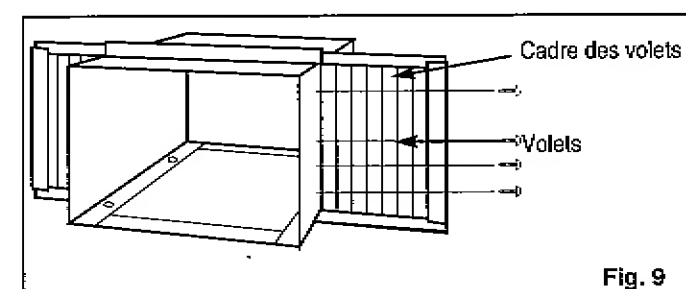

Fig. 9
- Slide the shutters into the top and bottom channels as shown in Fig. 9. The shutters are identified (on frame) as left & right. Attach the shutters to the cabinet using four 1/4" screws on each side.
- Faites glisser les volets dans les canaux supérieur et inférieur, comme montré à la Fig. 9. Ces volets sont identifiés (sur le cadre) en tant que volets gauches et droits. Fixez les volets au caisson en utilisant quatre vis de 1 po sur chaque côté.